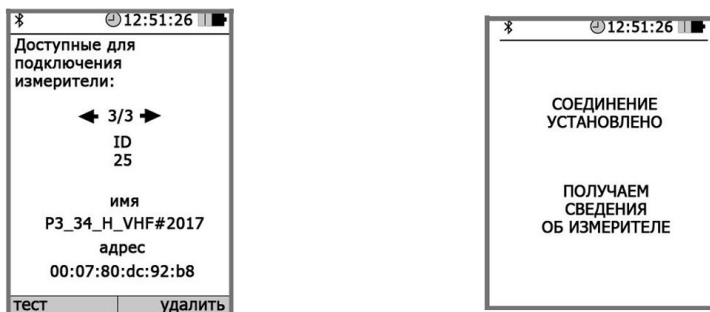

Рисунок 8
6.4.5. Нажать кнопку . На экране блока НТМ-Терминал будут отображаться названия приборов, которые могут использоваться с ним. С помощью кнопок  и  необходимо выбрать нужную АП-Е (по имени и заводскому номеру) и нажать левую контекстную кнопку **«ТЕСТ»** (рис. 8). При этом будет осуществлено соединение блока НТМ-Терминал с АП-Е и запущена процедура тестирования.